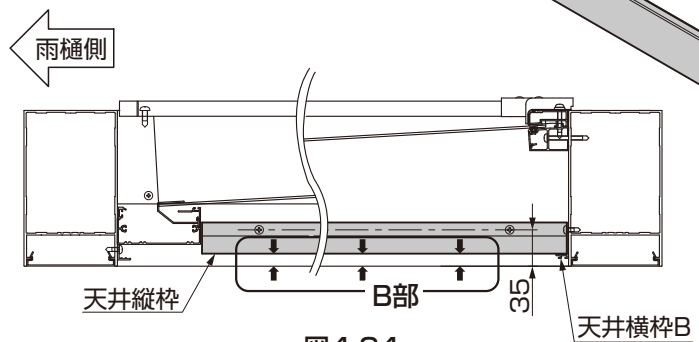

図4-24
- 天井縦枠の端を天井横枠Bに乗せフレーム、調整フレームカバーと平行にして取付けてください。(B部)天井材が取付けなくなる場合があります。(図4-24参照)